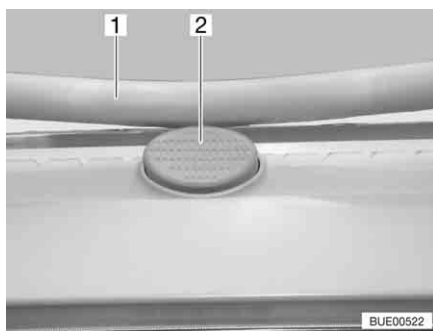

Bild 61 Låsknapp på Heki-takluckan
- Tryck på låsknappen (Bild 61,2) och dra ner bygeln (Bild 61,1) med båda händerna.
- Tryck bygeln uppåt med båda händerna tills bygeln ligger ovanför låsknappen (Bild 61,2).